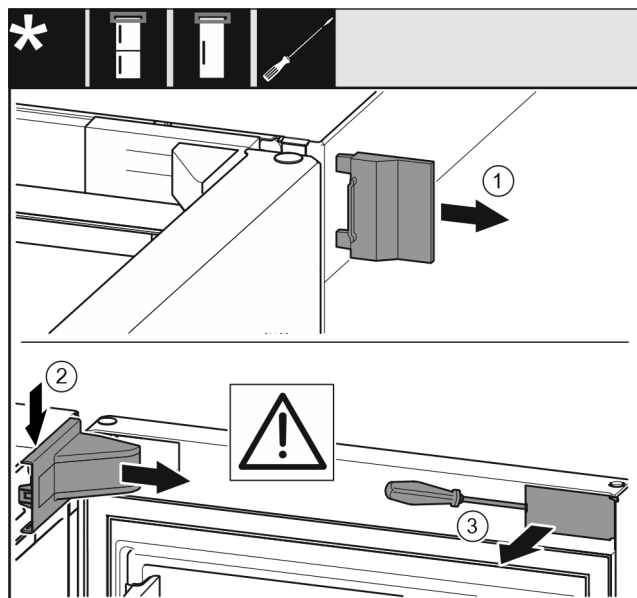

Fig. 5
- Sejměte vnější kryt. Fig. 5 (1)
- Odjistěte a uvolněte kryt stojanu ložiska. Sejměte kryt stojanu ložiska. Fig. 5 (2)
- Plochým šroubovákem vyjměte záslepku a otočte ji ke straně. Fig. 5 (3)